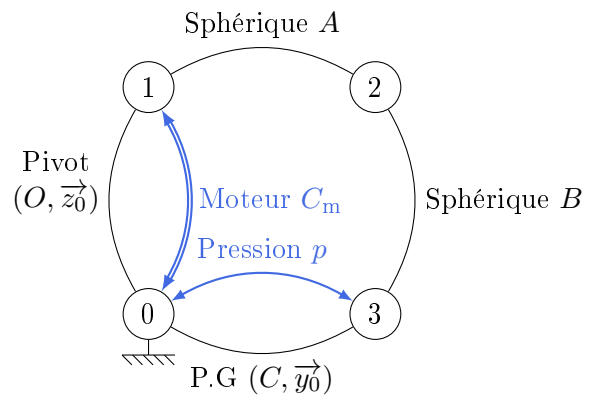

FIGURE 4 – Chaîne fermée du micro-compresseur
**Exemple :** pour la chaîne fermée du micro-compresseur (FIGURE 4)